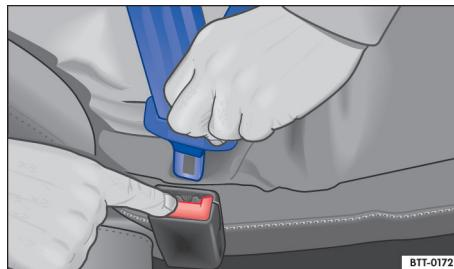

图 23 从安全带锁扣内松开锁舌
- 按住锁扣上的红色按钮 → 图 23，安全带锁舌自锁扣内自动弹出。